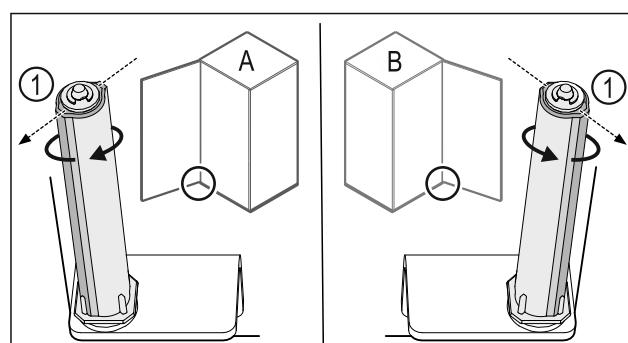

Fig. 40 Kreisais atbalsts (A) / labais atbalsts (B)
- Grieziet slēgšanas sistēmu pret pretestību, līdz slēgšanas sistēmas balstiņš Fig. 40 (1) ir vērstīgs uz augu.